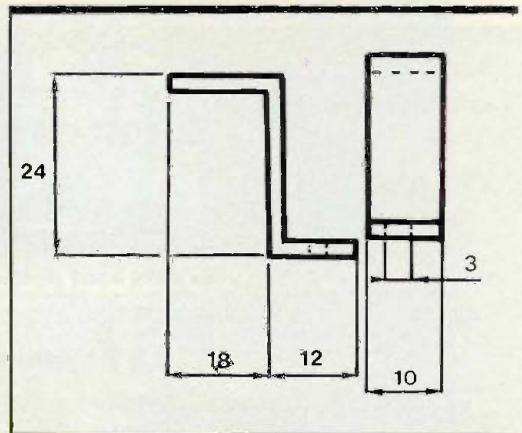

Fig. 7 Détails de réalisation de l'étrier de fixation de la pile.
l'aide d'un marqueur permanent fin. Souder les cosses picots et les composants bas (fig. 6). Les lecteurs non avertis pourront avantageusement prévoir des supports de circuits intégrés. Mettre en place le relais REED en veillant à son orientation. Placer en dernier lieu les composants hauts (condensateurs, transistors, circuits intégrés). Préparer l'étrier de fixation de la pile (fig. 7). Veiller au respect des couleurs du coupleur de pile. Le fil rouge correspond toujours au +, et le fil noir au -.
**2° Implantation des composants (fig. 7)**